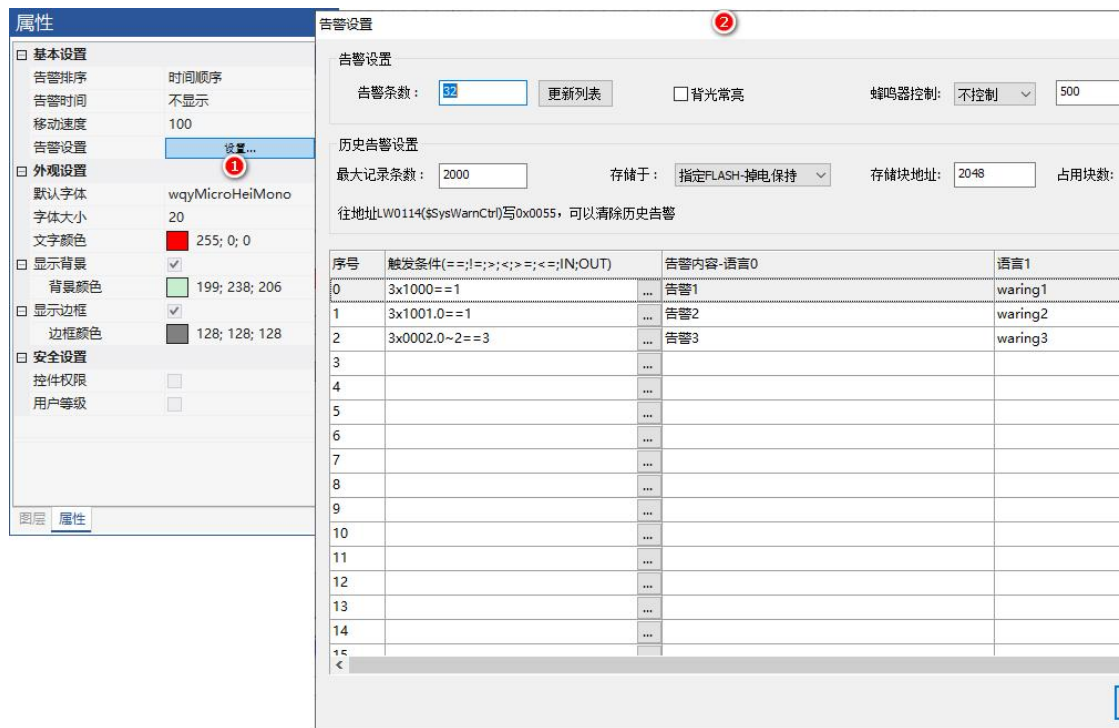

图 5-5 设置告警
- 告警设置：设置告警的内容，如下图 5-5 所示，详细说明参考“5.3 告警设置”；